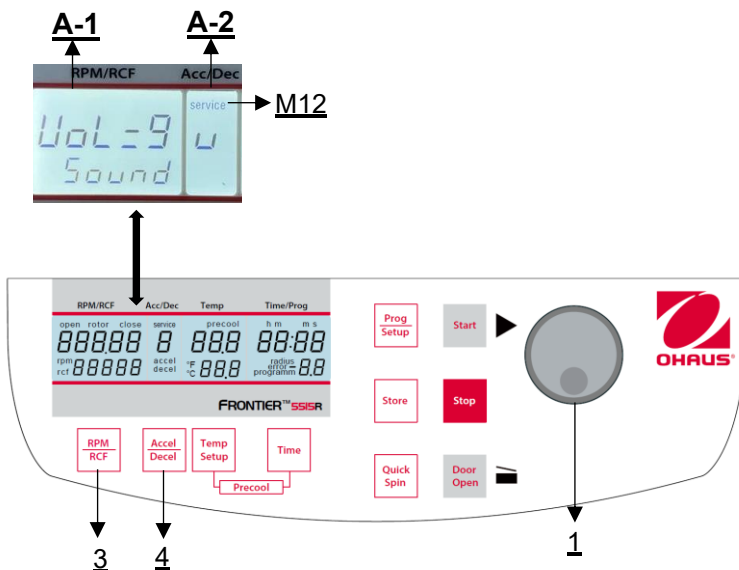

Figura 32
Proceda como se describe en el punto 4.1.1 para entrar en este modo de programación y, a continuación, pulse la tecla **"Acel/Decel"** (4). En la pantalla **"Acc/Dec"** (A-2) parpadea la palabra **"Service"** (M12). Seleccione ahora la letra **"U"** con el botón de ajuste (1). Como resultado, en la pantalla **"RPM | RCF"** (A-1) aparecen las palabras **"Vol=9/Sound"**. Después de pulsar la tecla **"RPM | RCF"** (3) puede ajustar el volumen deseado entre 0 (bajo) y 9 (alto) con el botón de ajuste (1) (véase la figura 32).